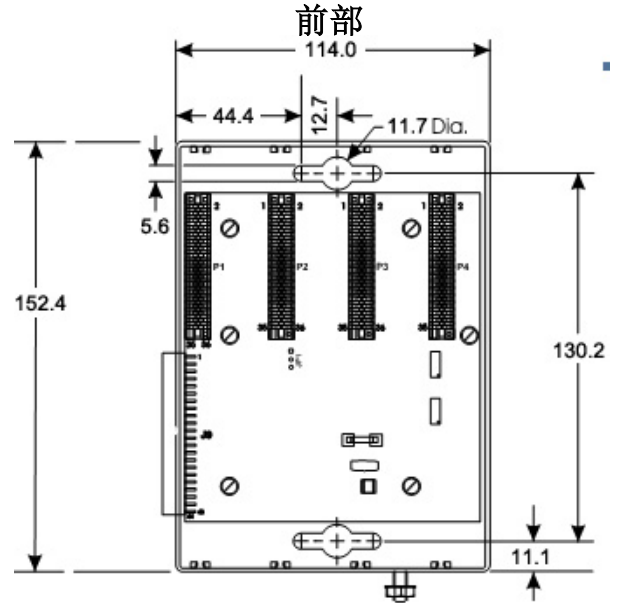

图 3. ControlWave Micro 4 槽扩展壳体尺寸（以毫米为单位）
- **扩展壳体。** 将扩展壳体放置在基本壳体的右侧，使用扩展壳体作为模板定位安装孔（尺寸请参见图 3）。